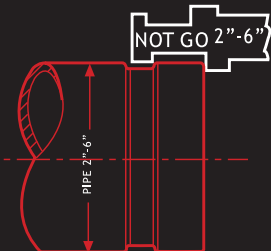

Fig. 2
- 5 5. Positioneer de kaliber over de groef en de dichtingszitting. De uitsparing mag ditmaal niet passen in de groef en over de dichtingszitting. (zie afbeelding 2).